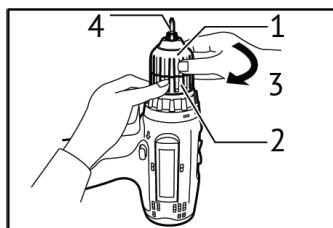

рис.2
-удерживая заднюю часть патрона (рис.2 поз.2) одной рукой, другой рукой вращайте переднюю часть патрона (рис.2 поз.1) против направления хода часовой стрелки до освобождения кулачков зажимного патрона (рис.2 поз.4);
-удерживая заднюю часть патрона (рис.2 поз.2) одной рукой, другой рукой вращайте переднюю часть патрона (рис.2 поз.1) по направлению хода часовой стрелки для фиксации рабочего инструмента в кулачках зажимного патрона;